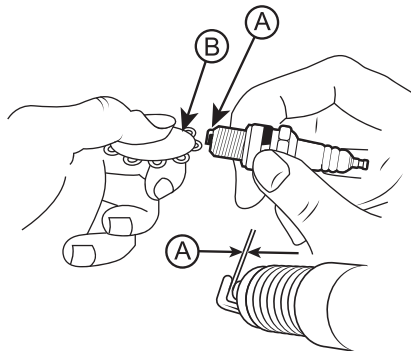

Рис. 18 Обслуживание свечи зажигания
- Измерьте зазор А между электродами свечи зажигания специальным щупом В. Зазор должен быть 0,7-0,8 мм (Рис. 18). При увеличении или уменьшении требуемого зазора, рекомендуется заменить свечу, так как регулировка зазора может привести к изменению качества искрообразования.